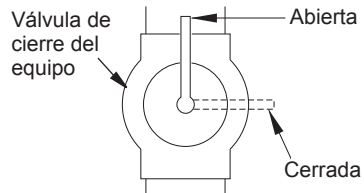

Figura 16 - Válvula de cierre del equipo
1. Cierre la válvula de cierre del equipo (consulte la figura 16).
1. Abra la válvula de cierre del equipo (consulte la figura 16, página 55).